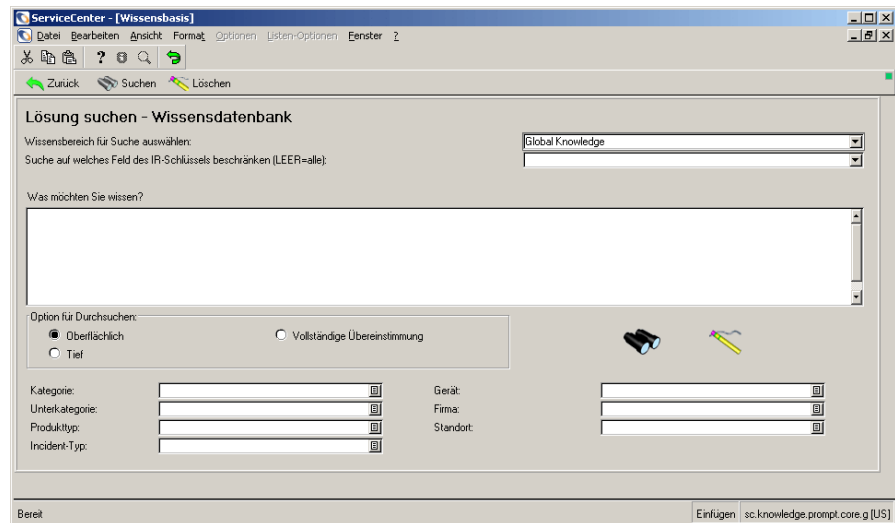

Abbildung 5-9: Suchformular der Wissensdatenbank
- ▶ Klicken Sie im Basisursachen-Menü auf **Wissensdatenbank durchsuchen**. Abbildung 5-9 zeigt das Suchformular der Wissensdatenbank an. Um die Wissensdatenbank zu öffnen, wählen Sie **Basisursachen-Datenbank** aus der Dropdown-Liste **Wissensbereich für Suche** aus.